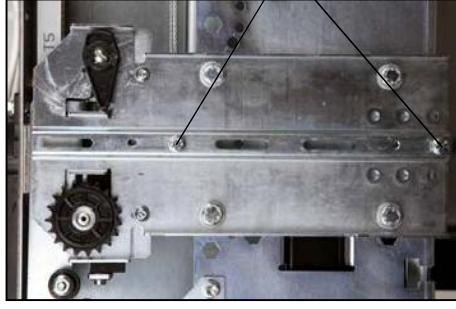

fig.9
5. Avvitare nuovamente le viti (7) fig.9 per fermarle.